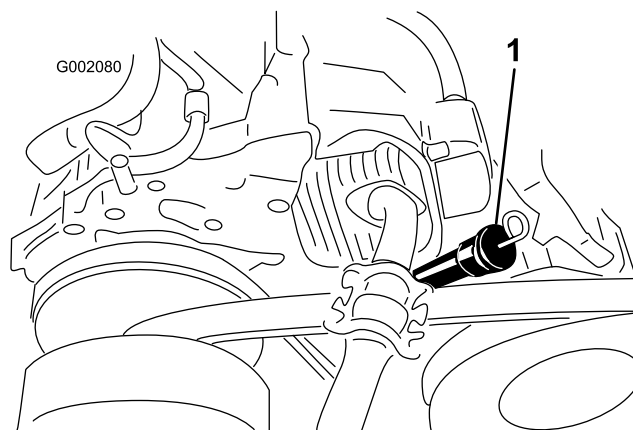

Bild 39
8. Reinigen Sie den Bereich um den Ölpeilstab und den Einfüllstutzen und nehmen Sie den Peilstab heraus (Bild 39).
9. Gießen Sie Öl in den Füllstutzen, bis der Ölstand die Voll-Markierung am Peilstab erreicht (Bild 39).
10. Stecken Sie den Peilstab ganz in den Füllstutzen, ziehen Sie ihn dann heraus und prüfen Sie den Ölstand (Bild 39).
11. Stecken Sie den Peilstab ganz in den Füllstutzen ein (Bild 39).